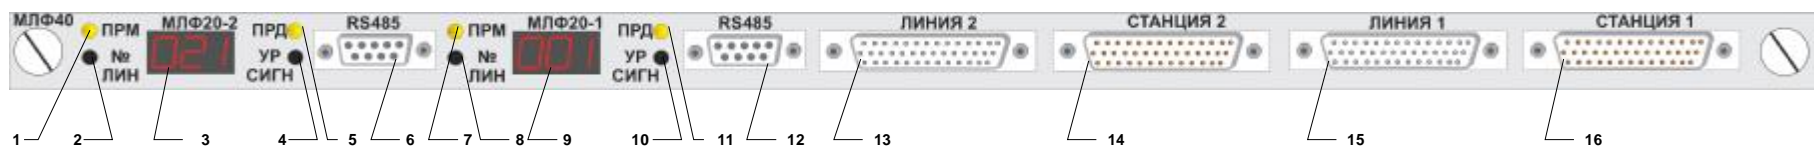

Рисунок 5. МЛФ40 – органы индикации, управления и коммутации.
1.5.3 МЛФ40 состоит из 2-х МЛФ20. На лицевой панели МЛФ40 (рисунок 5) расположены:
2) соединить жгутами АКБС.685625.003 (из состава ретранслятора) разъемы «**Линия 1**» (для МЛФ20 и МЛФ40) и «**Линия 2**» (для МЛФ40) (рисунок 4 (8) и рисунок 5 (13, 15)) с разъемами «**Линия**» кросс-панели АКБС.468553.017.
3) соединить жгутами АКБС.685625.002 (из состава ретранслятора) разъемы «**Станция 1**» (для МЛФ20 и МЛФ40) и «**Станция 2**» (для МЛФ40) (рисунок 4 (9) и рисунок 5 (14, 16)) с разъемами «**Станция**» кросс-панели АКБС.468553.017.